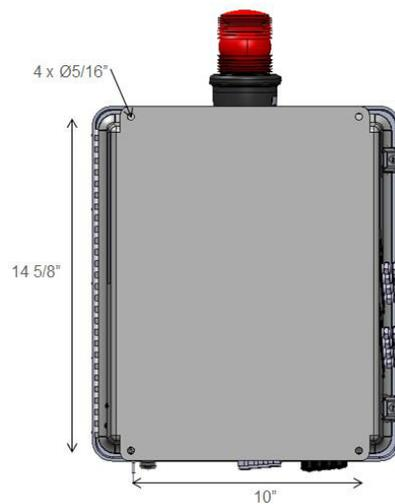

Fig. 10 Revés del instrumento
- Con herrajes de montaje adecuados. Asegúrese de que los herrajes sean adecuados para la superficie de montaje y puedan soportar 70 lb (31.7 kg) sin aflojarse, sufrir daños ni provocar daños a la superficie de montaje. Use los cuatro agujeros de montaje presentes en el instrumento (Fig. 10).